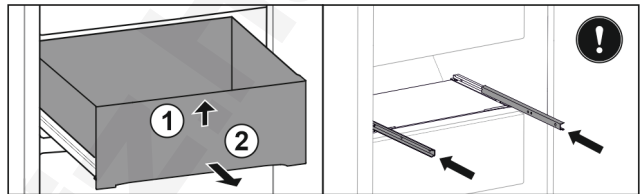

Fig. 98
- ▶ Emelje meg a fiók elejét. Fig. 98 (1)
- ▶ Vegye ki a fiókot előre felé. Fig. 98 (2)